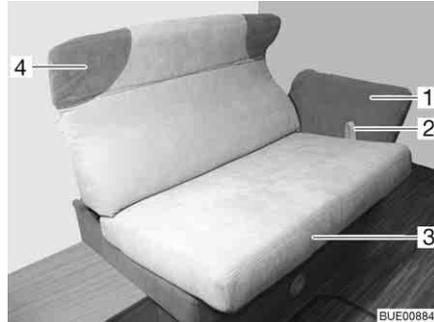

Bild 101 Verstellung der Längssitzbank
- Die Schlaufe (Bild 101,2) nach oben ziehen und die Sitzfläche (Bild 101,3) auf den Schienen bis zum Anschlag vorsichtig zur Mitte ziehen.
- Das Nackenpolster (Bild 101,4) mit beiden Händen fassen und vorsichtig bis zur gewünschten Position nach oben oder unten schwenken.
- Die Armlehne (Bild 101,1) mit beiden Händen fassen und vorsichtig bis zur gewünschten Position nach unten oder oben schwenken.